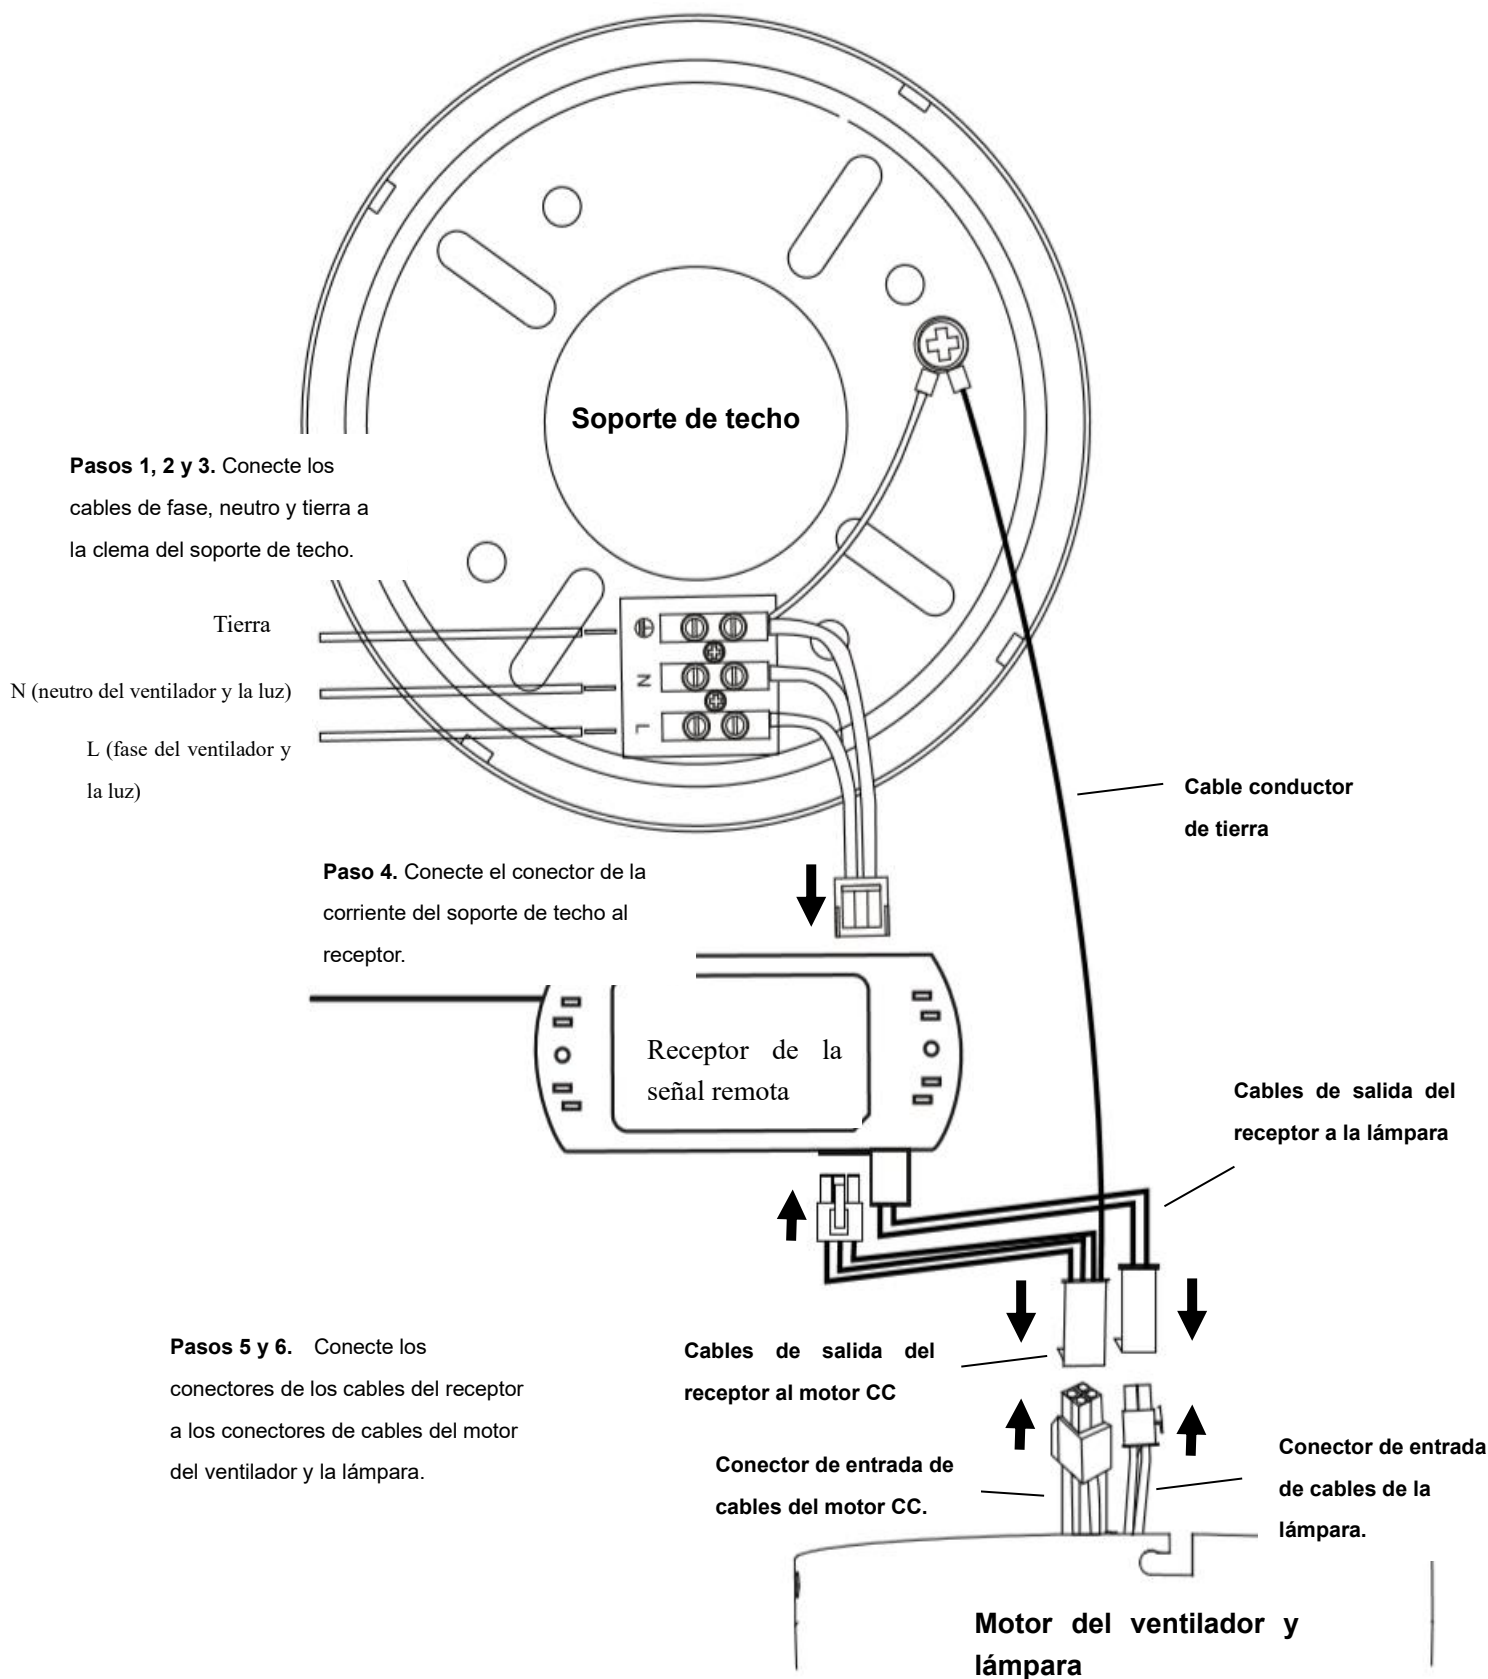

Fig. 4
PREPARE Y COMPLETE EL CABLEADO ELÉCTRICO --- DIAGRAMA DEL CABLEADO (Fig. 4)
Del suministro de corriente a la clema del soporte de techo: (Fig. 4)
Del soporte de techo al receptor y el motor: (Fig. 4)
- Conecte los cables de salida del controlador/receptor del motor CC (desde el soporte de techo con el cable de tierra) a la salida del controlador/receptor del motor CC (Fig. 4). Conecte los cables de salida del controlador/receptor del motor CC (desde el soporte de techo con el cable de tierra) a la entrada del motor del ventilador (Fig. 4).